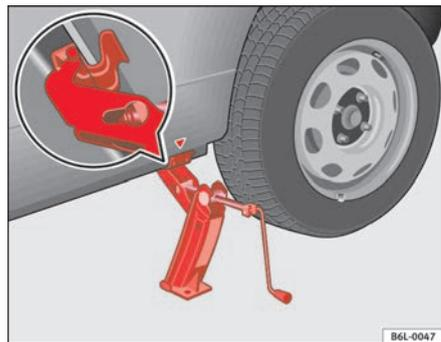

Fig. 143 Mise en place du cric
- Positionnez le cric de sorte que son crochet entoure le nerf du longeron inférieur et que la plaque mobile de sa base soit appuyée bien à plat sur le sol ⇒ fig. 143.